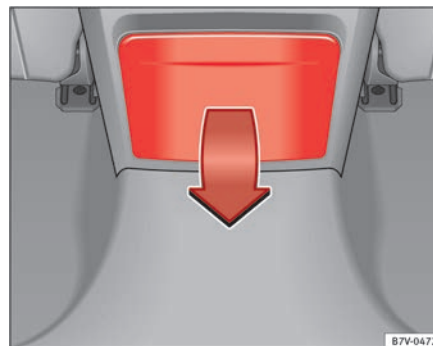

Fig. 116 Parte posterior da consola central: abrir o suporte de bebidas.
- Para *abrir*, deslocar para baixo o suporte de bebidas, no sentido indicado pela seta ⇒ Fig. 116.